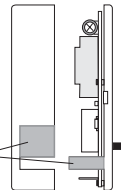

Abb. 5.i
Nehmen Sie die Teile für die Durchführung der Anschlusskabel von der Basis ab, wie in Abb. 5.i gezeigt.
- Befestigen Sie die Basis mit 2 Schrauben an der Wand (oder am Gehäuse), verwenden Sie dazu die vorgesehenen Lochpaare **(A-A, B-B, C-C)** (Abb. 5.i).